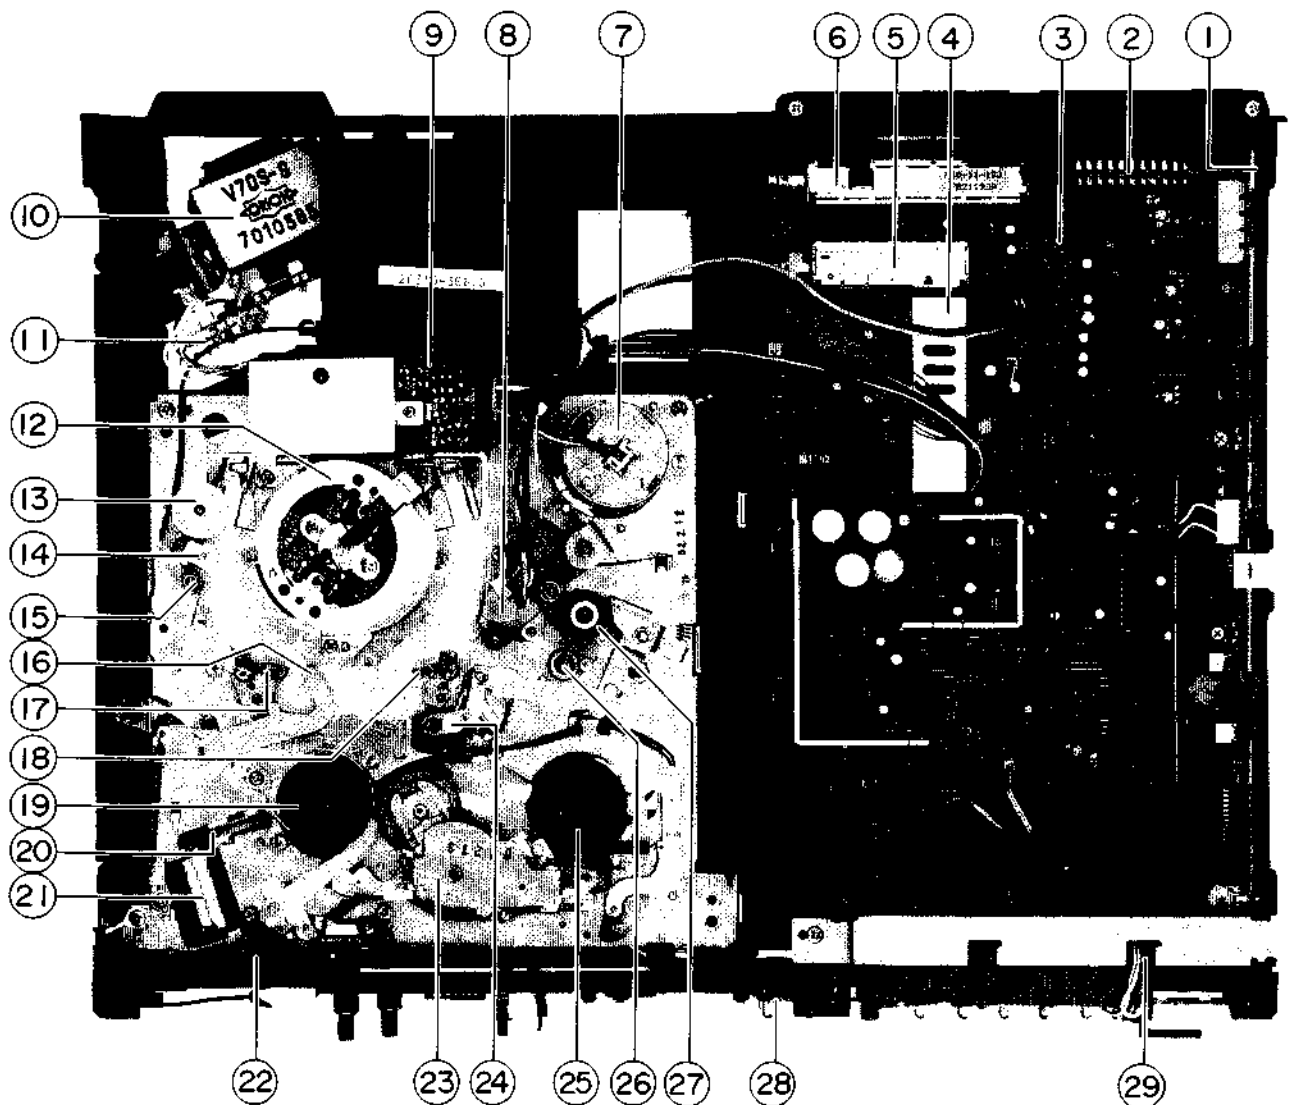

Fig. 6-1 Top View
- 3) Short pin ③ (C. SW. B) and pin ⑤ (GND) of P406 with a tweezer or jamper wire as shown in Fig. 6-1 to maintain the tape loaded made without Ejector BLK.
- 3) Court-circuiter la fixhe ③ (C. SW-B) et la fiche ⑤ (GND) du P406 à pincette ou à fil-jarretière, selon les indications dans la Figure 6-1, destinées à maintenir la bande dans le mode chargé sans le bloc éjecteur.